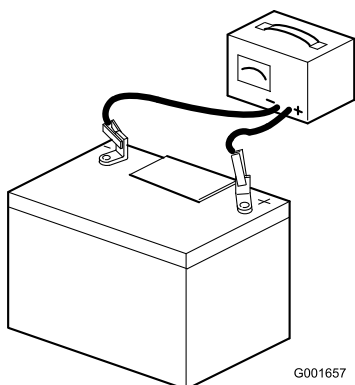

Figura 6
7. Ligue um carregador de baterias de 3 a 4 A aos polos da bateria (Figura 6). Carregue a bateria com um carregador de bateria de 3 a 4 amperes, durante 4 a 8 horas.